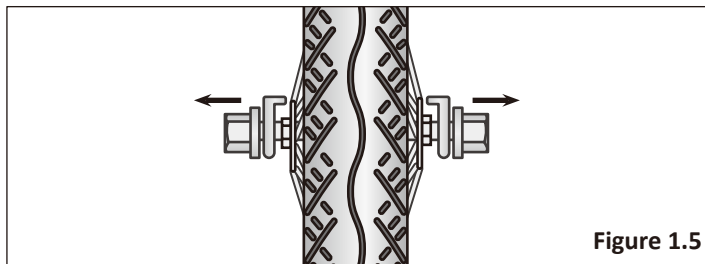

Figure 1.5
- 1 Entfernen Sie Muttern und Sicherungshaken auf beiden Seiten der Radachse, siehe Abbildung 1.5